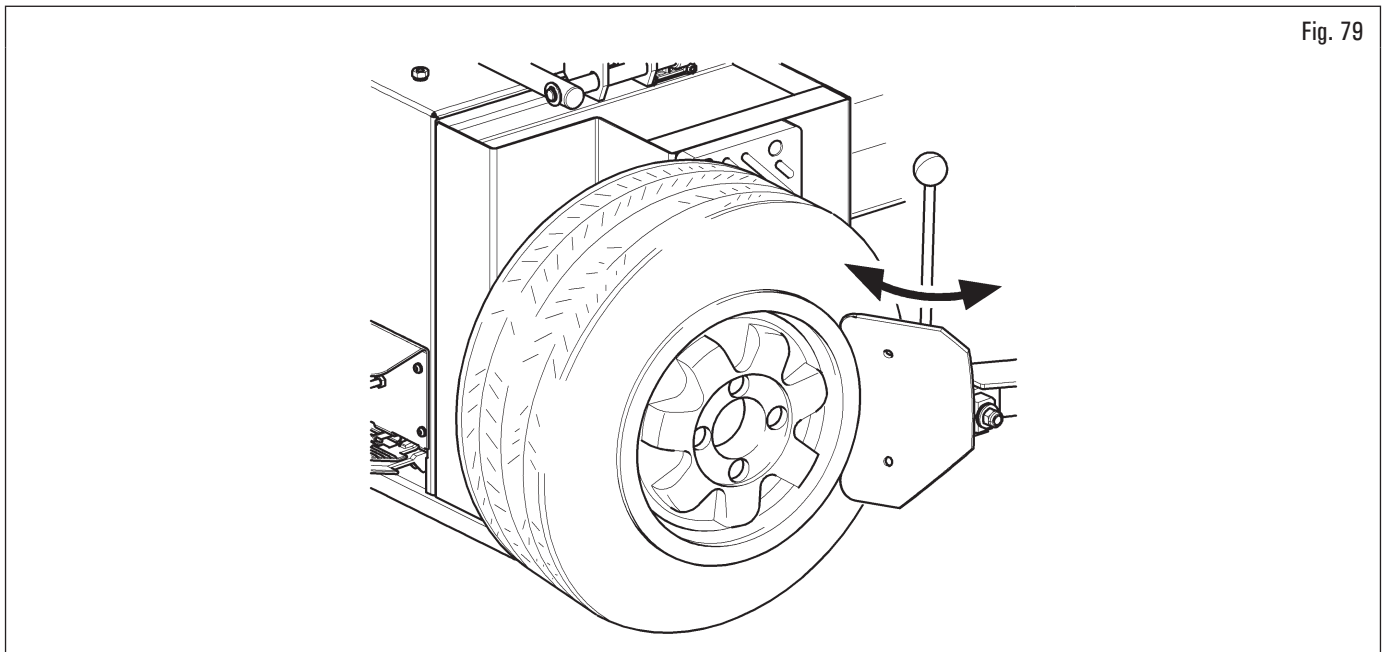

Fig. 79
1. posizionare la ruota come indicato in Fig. 79 ed avvicinare la paletta stallonatore al bordo del cerchio;